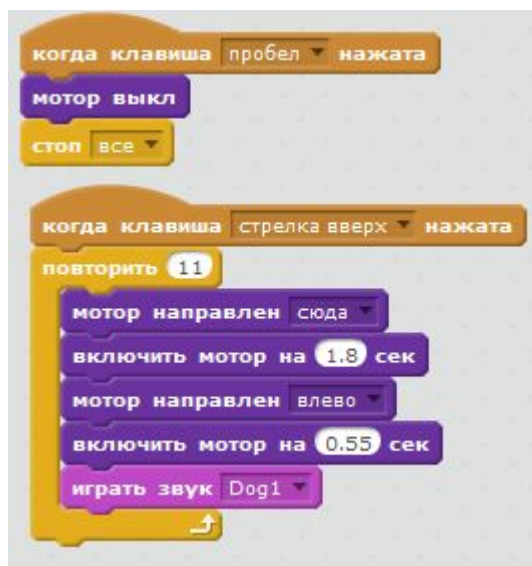

Рис. 159. Циклический алгоритм.
2. Используйте рис. 159, чтобы собрать скрипт.